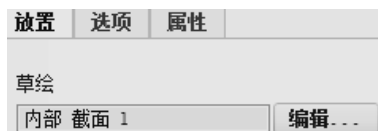

图 6-88 放置下拉面板
(2) 单击操控面板下方的【放置】按钮 **放置**，在打开的放置下拉面板中单击【编辑】按钮 **编辑...**，如图 6-88 所示。